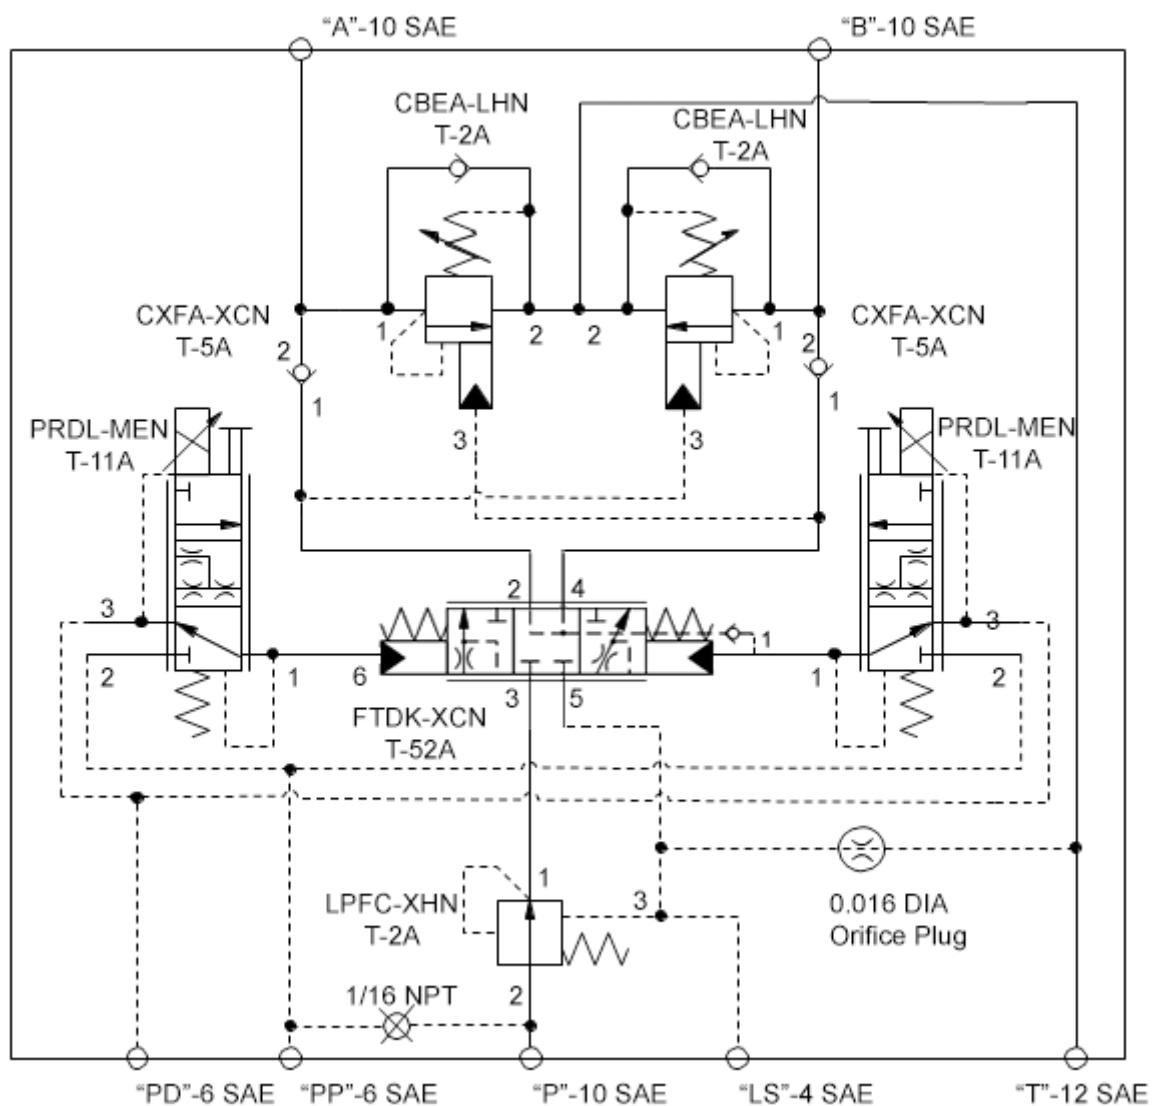

Abbildung 24
- **Abbildung 24** zeigt ein FTDK-XCN an einer Schwenkbremsschaltung mit L.S.-Abgriff.